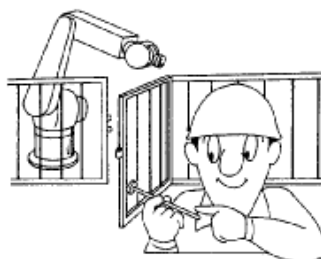

图 4-2
②. 围栏上的安全门应带有安全插销及其锁定机构。安全门必须通过拨开插销才能打开，并且拨开插销必须能导致机器人自动安全停止。（如上图 4-2）